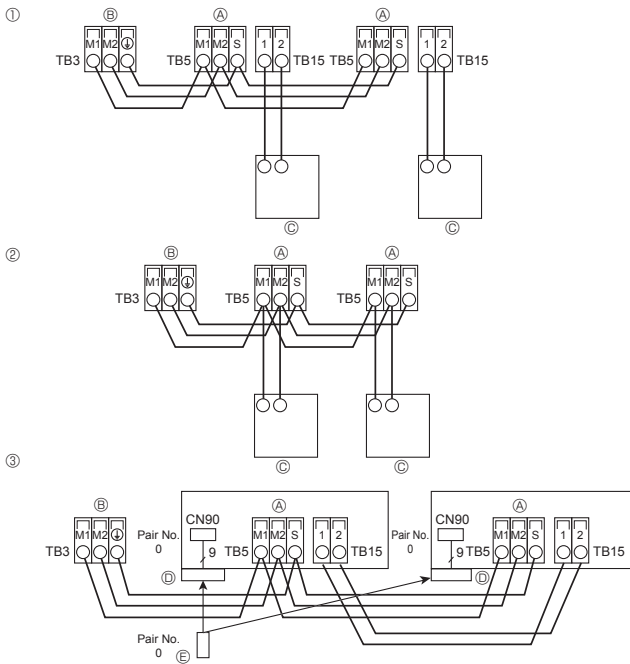

Fig. 5-3
5.4. Raccordement des câbles de la commande à distance et des câbles de transmission intérieurs et extérieurs (Fig. 5-3)
- ① Commande à distance MA
- ② Commande à distance M-NET
- ③ Télécommande sans fil (lors de l'installation du récepteur de signal sans fil)